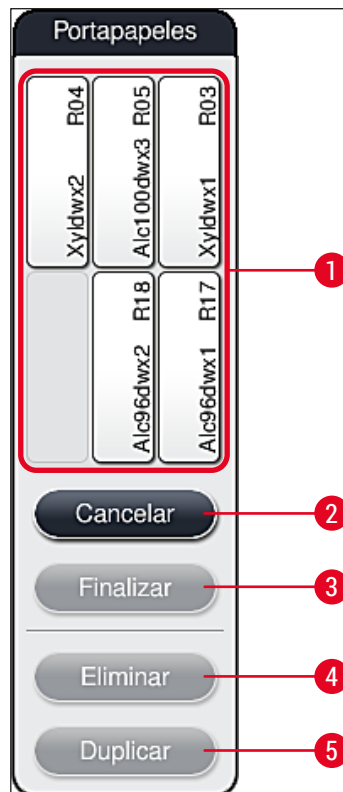

Fig. 64
3. Después de la confirmación, se abrirá el **Portapapeles** (→ "Fig. 64"), al cual se pueden mover hasta 6 estaciones de reactivos (→ "Fig. 64-1").